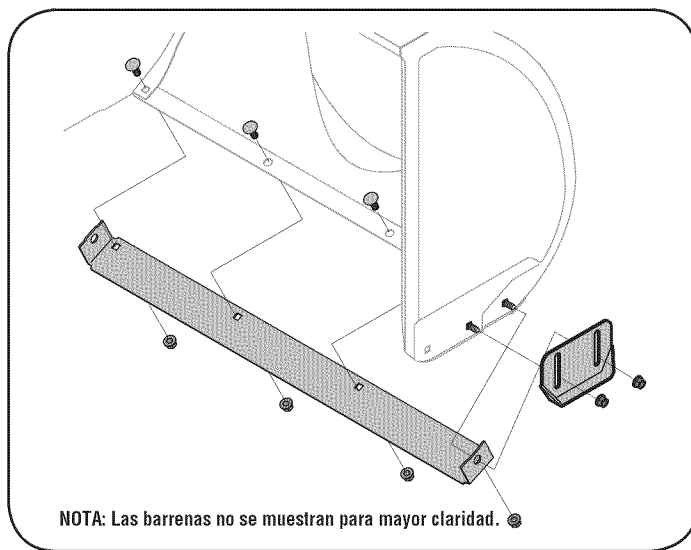

Figura 18
2. Monte las nuevas zapatas antideslizantes con cuatro pernos de carro (dos en cada lado) y las tuercas de brida hexagonales. Consulte la figura 18.